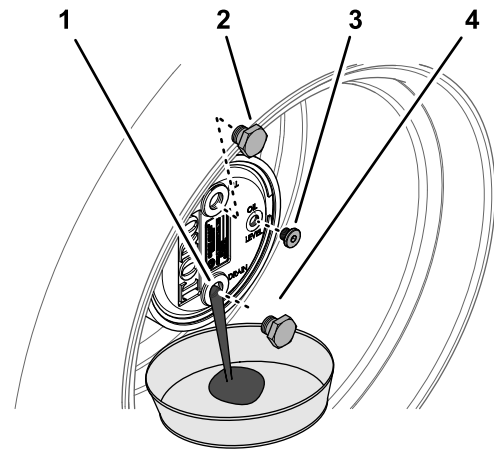

図 74
2. 補給プラグが時計の12時を指し、点検プラグが3時の位置を指すようにマシンを駐車する 図 74。
3. プラネタリハブの下にオイル回収容器を置き、6時の位置にあるドレンプラグを外してオイルを抜く 図 74。
5. プラネタリハウジングのドレン穴にプラグを取り付ける 図 74。